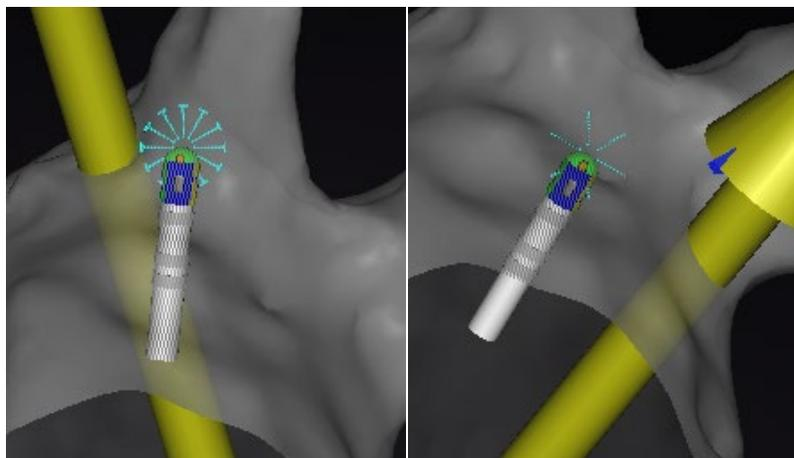

Abbildung 7. Status von Starburst: Optimaler Kontakt (links); In Kontakt (rechts)
- Optimaler Kontakt (**Abbildung 7, links**)
- In Kontakt (**Abbildung 7, rechts**)